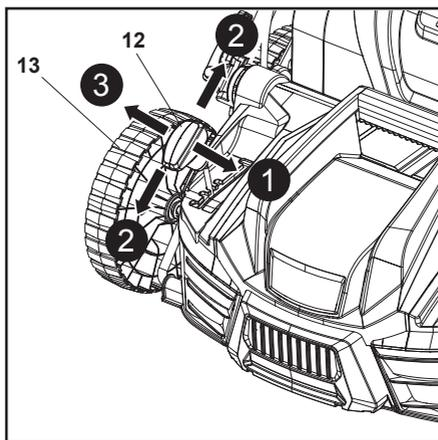

Fig. 12
1. Éloigner le levier de réglage de la profondeur de la roue avant (12) de la roue avant (13) (Fig. 12, étape 1), puis le déplacer vers l'avant ou vers l'arrière pour choisir la profondeur de travail requise (Fig. 12, étape 2).
2. Relâcher le levier de réglage de la profondeur (12) et s'assurer qu'il s'engage correctement. Ne jamais régler sur une autre position intermédiaire (Fig. 12, étape 3) !